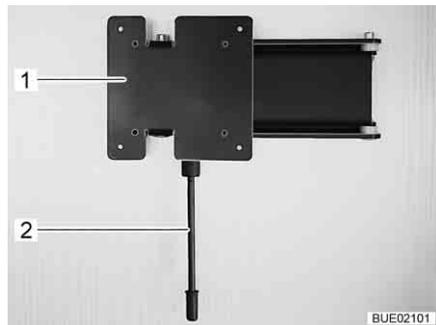

Bild 76 Wandhalterung
- Den Entriegelungshebel (Bild 76,1) nach unten ziehen und die Halterung (Bild 76,2) mit dem Flachbildschirm in die gewünschte Position drehen.